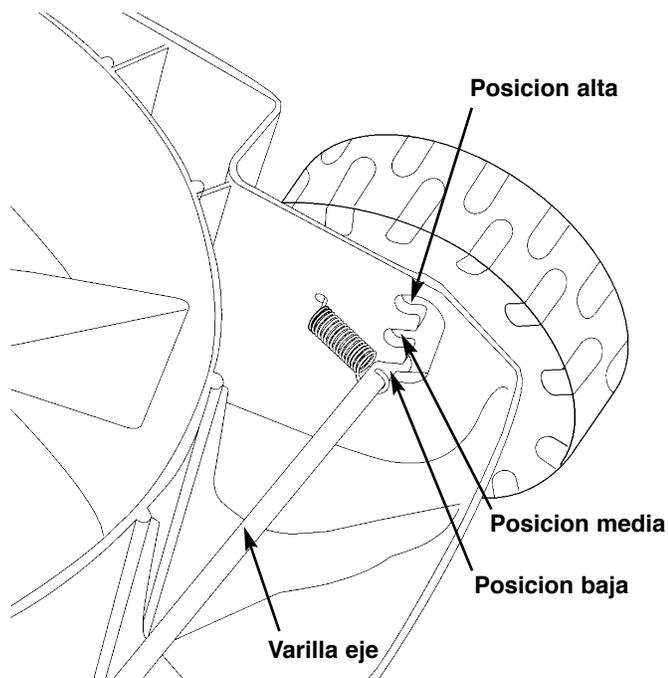

Figura 16
3. Inclíne el cortacésped hacia uno de sus lados (ver figura 16)